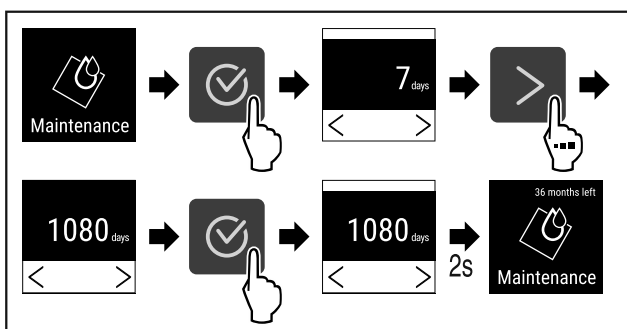

Fig. 78
- ▶ Hajtsa végre a művelet lépéseit (lásd Fig. 78).